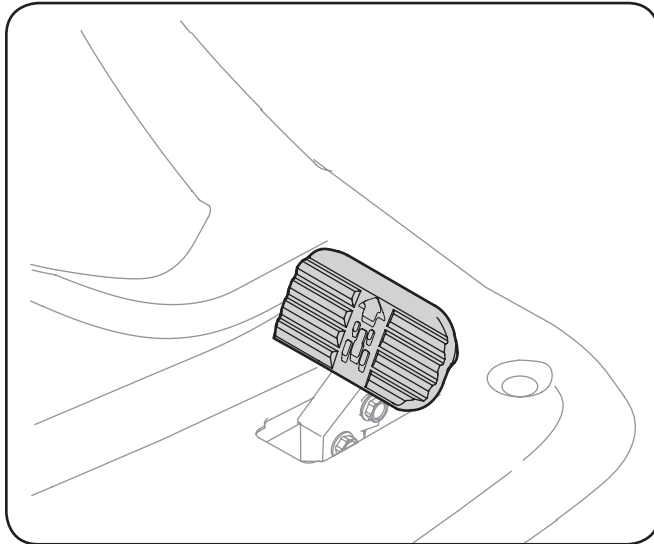

Figure 5-1
2. Para conducir hacia adelante, presione suavemente la parte superior del pedal de transmisión hacia adelante hasta que se alcance la velocidad deseada. Vea la Figure 5-1.